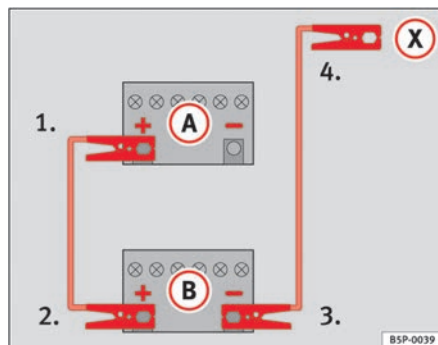

Fig. 203 Esquema de ligação dos cabos auxiliares do arranque
Na ⇒ fig. 203 **A** estão representadas a bateria descarregada e em **B** e a bateria com carga.
1. Ligar uma extremidade do cabo auxiliar de arranque vermelho ao terminal positivo ⇒ fig. 203  do veículo com a bateria descarregada ⇒ .